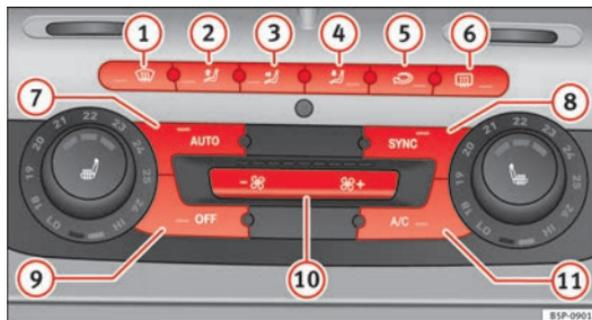

Fig. 131 Sur la planche de bord : éléments de commande du Climatronic bi-zone.
- Pour activer le mode manuel, appuyez sur l'une des touches → fig. 131 ① à ⑤, ou sur les touches de la soufflante ⑩. La fonction sélectionnée apparaîtra sur l'écran de l'autoradio ou du navigateur.
- Appuyez sur le bouton  ⇒ fig. 131  pour activer ou désactiver le mode recyclage de l'air ambiant. Il est activé si vous voyez sur l'affichage le symbole .